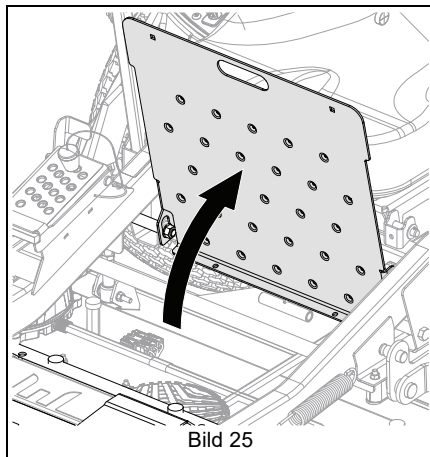

Bild 25
2. Vrid fotplattan bakåt tills den låses. Se Bild 25.